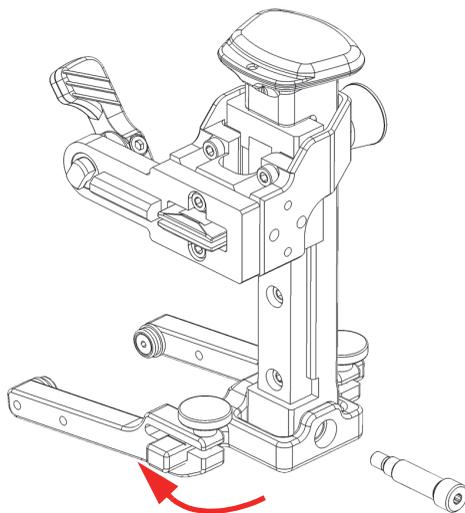

Рис. 2-24 Переворачивание стержня вилки
6. Поверните стержень вилки на 180 град. и снова вставьте его в направляющую подпружиненного рычага (Рис. 2-24 на стр. 64).